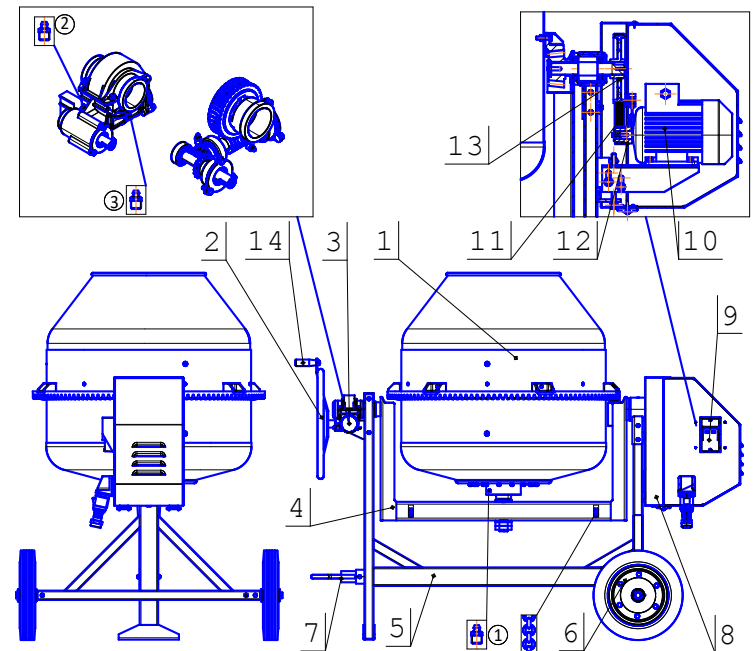

РИС.1 БЕТОНОСМЕСИТЕЛЬ ГРАВИТАЦИОННЫЙ
4.1.Основными узлами бетоносмесителя являются смесительный барабан (поз.1 рис.1), рама сварной конструкции (поз.5 рис.1) , траверса (поз.4 рис.1), редуктор механизма опрокидывания (поз.3 рис.1) , электродвигатель (поз.10 рис.1) , корпус электропривода (поз.8 рис.1) , крышка электропривода с установленными в ней автоматическим выключателем (поз.9 рис.1) и четырехполюсной панельной вилкой, колес (поз.6 рис.1) .
Внутри барабана крепятся три лопасти. Привод вращения барабана осуществляется от электродвигателя, установленного на двух кронштейнах, служащих одновременно натяжным устройством и подмоторной плитой, через поликлиновой ремень (поз.11 рис.1) и зубчатую передачи. Натяжение ремня поликлиновой передачи (поз.12 , 13 рис.1)осуществляется с помощью натяжного болта.
4.3. Ведущая шестерня зубчатой передачи и ведомый шкив поликлиновой передачи (поз.13 рис.1) смонтированы на одном валу, который вращается в подшипниках качения.
4.4. Изменение положения смесительного барабана осуществляется вручную маховиком (поз.2 рис.1) за ручку (поз.14 рис.1), а фиксация в необходимом положении в процессе работы осуществляется червячным редуктором (поз.3 рис.1).
4.5. Для перемещения бетоносмесителя в пределах строительной площадки в конструкции бетоносмесителя предусмотрено съемное дышло (поз.7 рис.1) и два колеса (поз.6 рис.1). Перемещение бетоносмесителя необходимо производить вдвоем.
4.6.Пуск бетоносмесителя осуществляется автоматическим выключателем, установленным на крышке электропривода, имеющим защиту от короткого замыкания и токов перегрузки. Смеситель по типу защиты от поражения электрическим током относится к классу I, т.е. имеет рабочую изоляцию и элемент для заземления. В качестве заземляющего элемента используется болт (поз.15 рис.1), являющийся неотъемлемой частью конструкции рамы бетоносмесителя. Для подсоединения к источнику питания на крышке кожуха электропривода расположена четырехполюсная вилка с заземляющим контактом, который соединяется с заземляющим контактом электродвигателя. Токосоводящий кабель должен иметь розетку с заземляющим контактом.